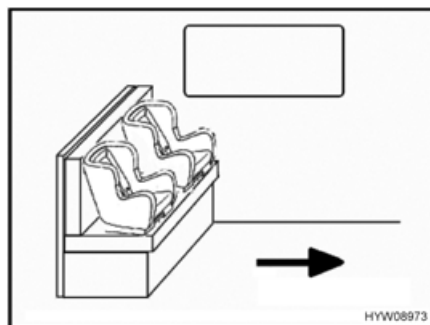
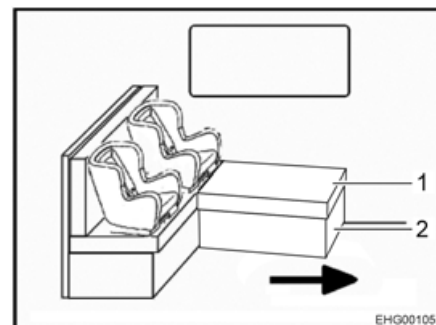

Fig. 26 Sièges pour enfants sur la banquette
Fig. 27 Siège pour enfant sur la banquette en L
La flèche dans les Fig. 26 et Fig. 27 indique le sens de marche.
- Retirer le coussin (Fig. 27,1) si nécessaire.
- Replier si nécessaire (Fig. 27,2) le cadre du coffre.